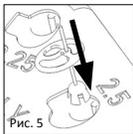

Рис. 5
■ **Рис.5** Протез ТТР® VARIAC вставляется в специальное углубление в регулировочном диске, в соответствии с предварительно рассчитанной длиной (см. ниже: Использование регулировочного диска). Пазы на куполе протеза выровнены таким образом, что купол скользит вниз вдоль соединительных штифтов. Данную процедуру следует выполнять с помощью титановых хирургических щипцов (КОД 8000 136), поставляемых отдельно.